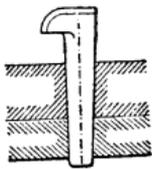

Fig. 293.
**Goupille de sûreté.** — On appelle goupille de sûreté (fig. 293), une pièce faite ordinairement en acier et ayant ou non une tête de côté, puis tournée conique dans toute sa longueur de 1 millimètre environ plus petite à l'entrée par 10 centimètres pour faciliter son déplacement lorsqu'on veut la monter ou la démonter.